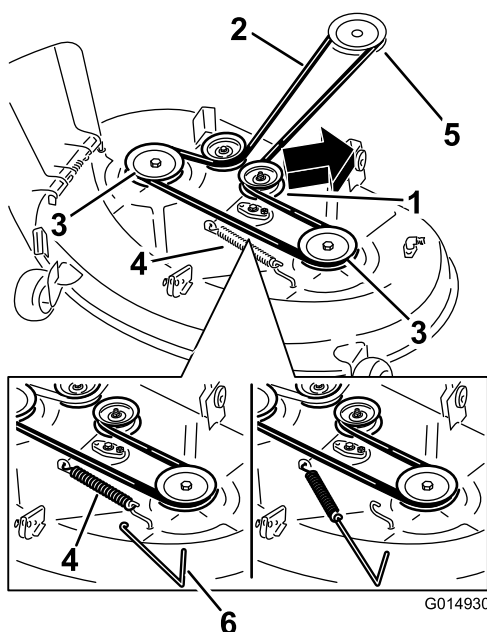

Figura 55
4. Usando una herramienta para la retirada de muelles (Pieza Toro N° 92-5771), retire el muelle tensor del gancho de la carcasa para eliminar la tensión de la polea tensora, y retire la correa de las poleas (Figura 55).
5. Pase la correa nueva alrededor de las poleas del motor y del cortacésped (Figura 55).
6. Usando una herramienta para la retirada de muelles, instale el muelle tensor sobre el gancho de la carcasa y tense la polea tensora y la correa del cortacésped (Figura 55).